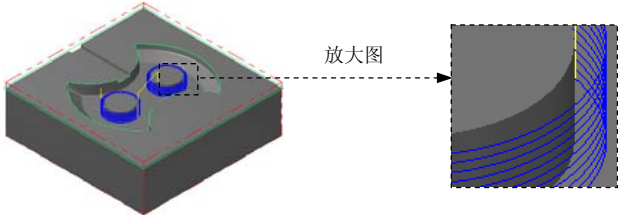

图 22.37 刀具路径
Step6. 单击“曲面精加工等高外形”对话框中的  按钮，完成加工参数的设置，此时系统将自动生成图 22.37 所示的刀具路径。